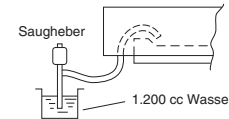

Abb. 3-15
- (3) Ungefähr 1.200 cc Wasser mit einem Saugheber durch das Luftauslassgitter in die Ablaufwanne gießen. (Abb. 3-15)